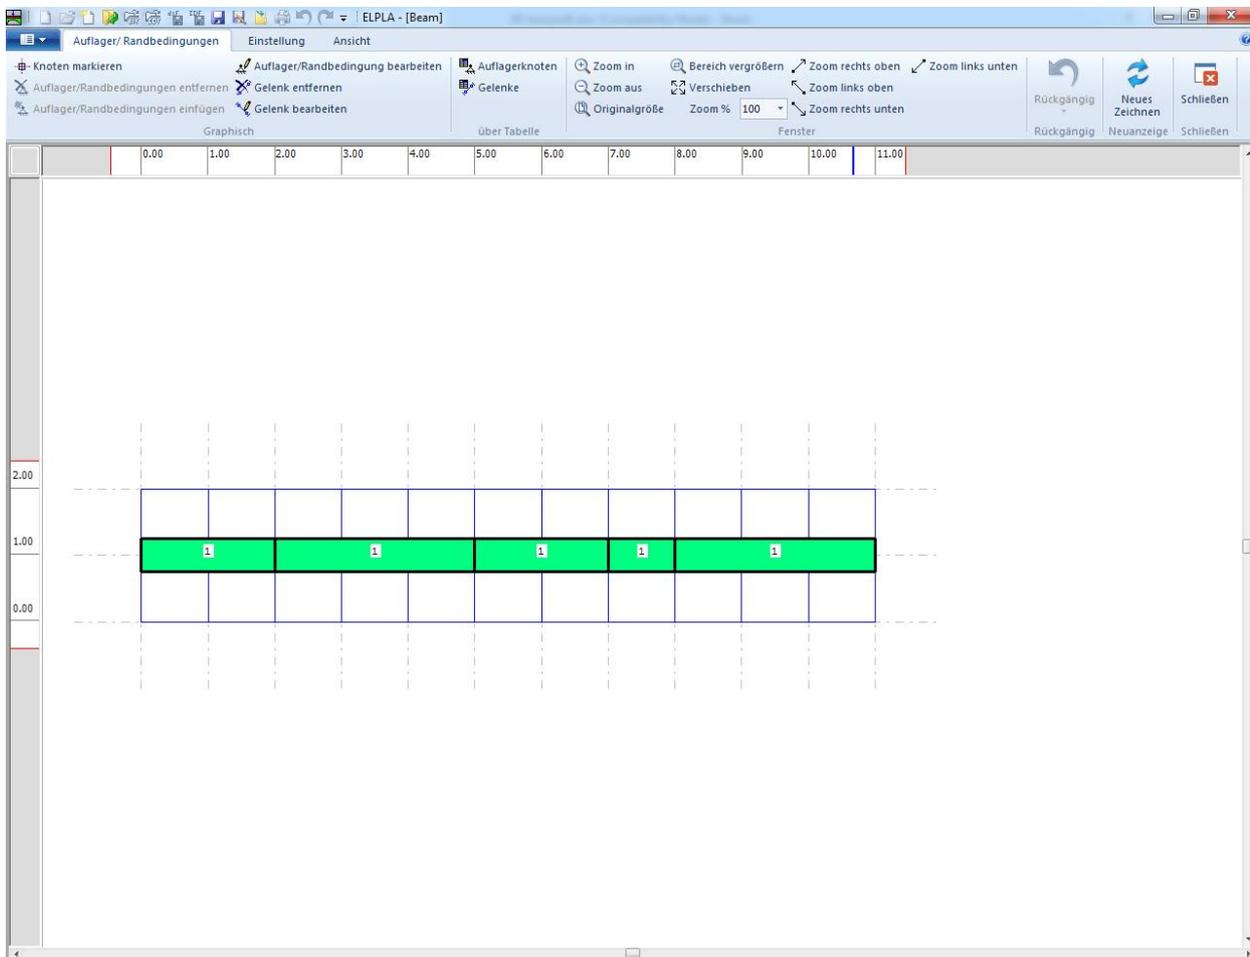

Bild 8.18 "Auflager/ Randbedingungen" Fenster
Das folgende Fenster im Bild 8.18 erscheint
ELPLA kann die Stäbe, Auflager und Lasten in einer Darstellung zusammen anzeigen. Dadurch kann der Benutzer während der Eingabe der Auflager oder Lasten leicht die Standorte von Auflagern oder Lasten in Bezug auf die Stäbe definieren. Wie in Bild 8.18 gezeigt, werden die Stäbe mit der tatsächlichen Dicken gezeichnet.
- Wählen Sie den Befehl "Zeichnungsparameter" aus dem Menü "Optionen" (Bild 8.18).